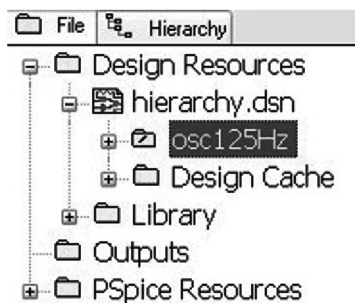

图 20.19 将 SCHEMATIC1 文件夹重命名为 osc125Hz
1. 建立名称为 Hierarchy 的新的仿真项目。如图 20.19 所示, 在项目管理器中, 将文件夹 SCHEMATIC1 重命名为 osc125Hz。